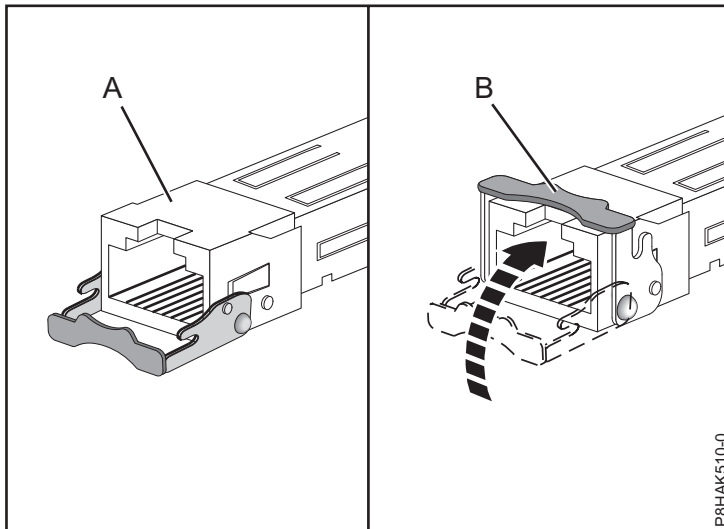

Figura 40. Sustitución de los transceptores SFP en el adaptador
- b. Deslice el transceptor (A) para insertarlo en el hardware del adaptador.
- c. Con el pestillo (B) en la posición de abierto, empuje el pestillo girándolo hacia arriba y hacia la tarjeta, como se muestra en la Figura 40 en la página 64.